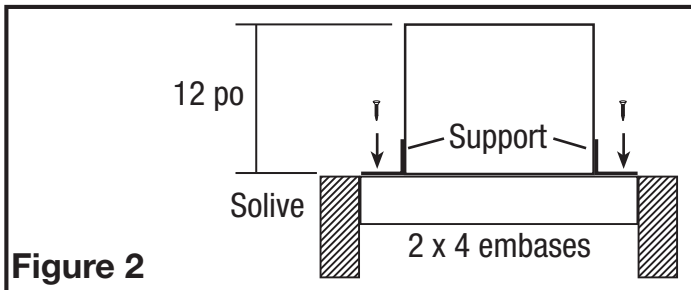

Figure 2
- Montage sur une solive:** Installez deux - 2 x 4 embases (non incluses) entre les solives. Positionnez le boîtier du ventilateur sur les embases et fixez les supports de montage à l'aide des vis (non fournies) (Figure 2).